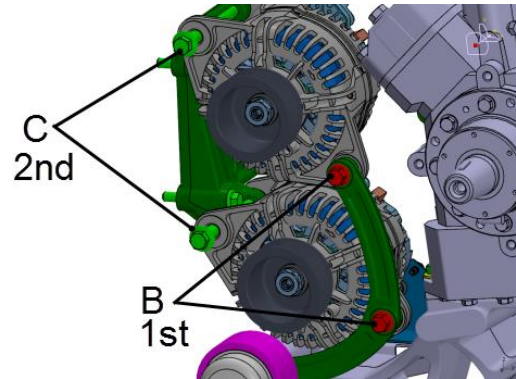

FIGURE 17
22. Afin d'assurer une installation correcte, il est important de serrer les boulons d'alternateur selon l'ordre suivant (FIGURE 17).